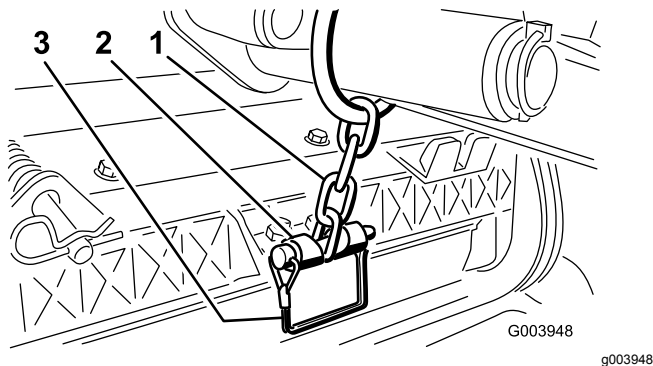

Bild 13
12. Befestigen Sie die Hubarmkette mit dem Einraststift an der Kettenhalterung (Bild 13).